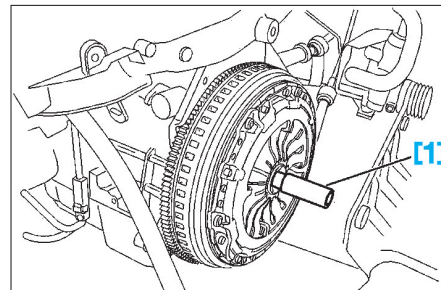

FIG. 5
- Monter le mécanisme et centrer le disque à l'aide du mandrin [1] (Fig.5).